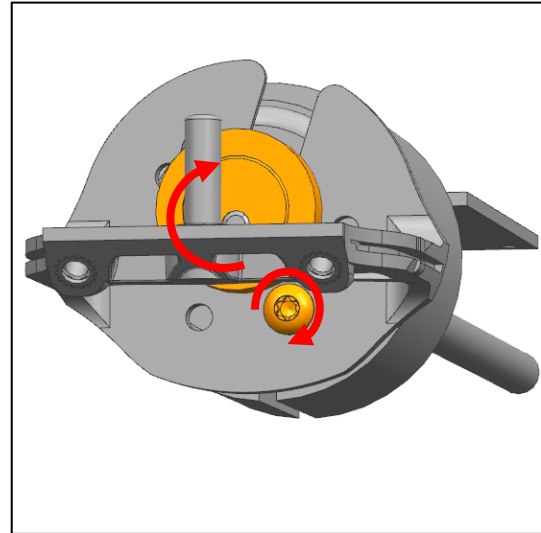

Abb. 34
- e) Drehen sie den Exzenter um 180 Grad um die zweite Schraube mit 0,7Nm fest zuschrauben (Abb. 34).